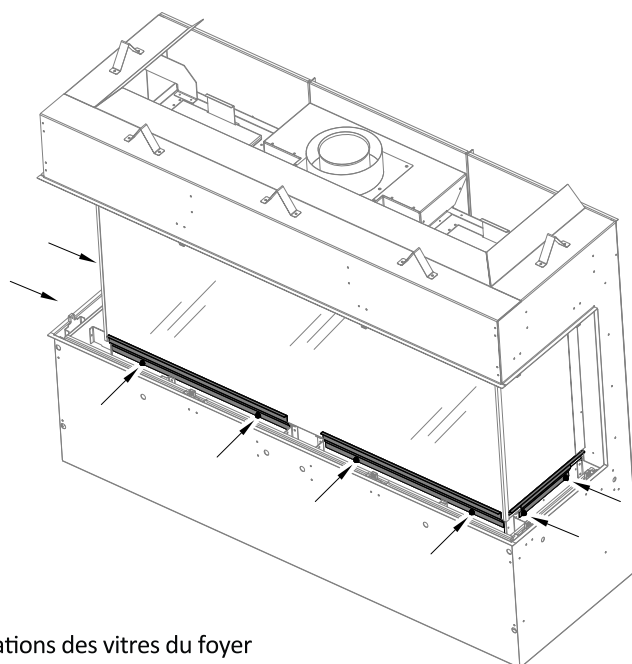

Figure 7.5 - Emplacement des fixations des vitres du foyer
3. Retirez les écrous 7/16 po qui retiennent les fixations de vitre supérieures et retirez ces fixations pour la vitre de façade, tel que montré à la Figure 7.5. Conservez ces fixations pour réinstaller la vitre.
4. Desserrez les écrous 7/16 po qui retiennent les deux fixations de vitre inférieures, tel que montré à la Figure 7.5. Vous n'avez pas besoin de retirer ces fixations.
4. Fixez la dernière fixation de vitre latérale avec les écrous 7/16 po. Serrez tous les écrous 7/16 po qui tiennent en place les fixations supérieure et inférieure, tel que montré à la Figure 7.5.